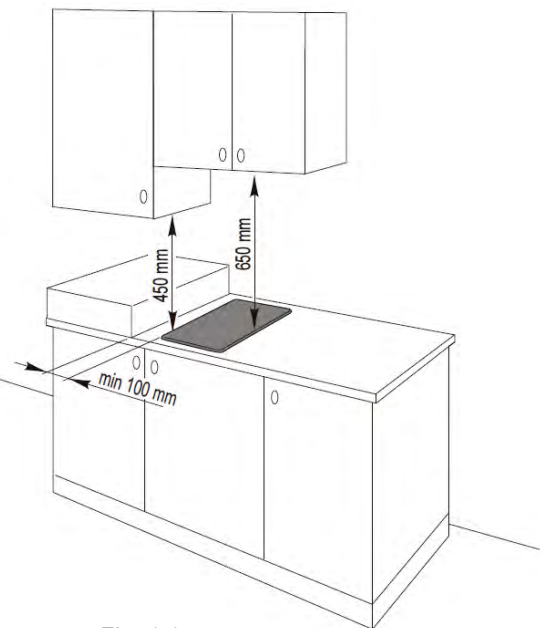

Fig. 1.1
- Pentru a instala blatul plitei în corpul de bucătărie, trebuie să perforați un orificiu cu dimensiunile prezentate în fig. 1.1, ținând cont de următoarele:
- Blatul plitei trebuie ținut la cel puțin 100 mm distanță de orice perete lateral (de la marginea laterală a decupajului - fig. 1.1).
- Trebuie să existe o distanță de cel puțin 650 mm între plită și orice dulap de perete sau hotă poziționată imediat deasupra (consultați fig. 1.1).